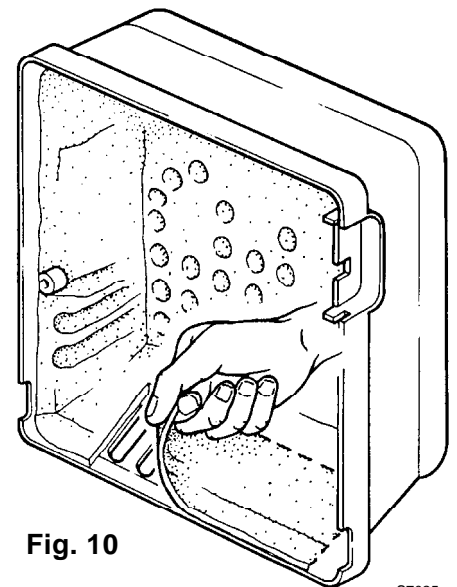

Fig. 10
**C** Om een optimale werking te bekomen van het model BS4D type 918T1, en bij een vermogen van 220 ÷ 246 kW, moet de vooruitgesneden acoustische isolatie verwijderd worden om bijkomende luchtopeningen vrij te maken (zie fig. 10).